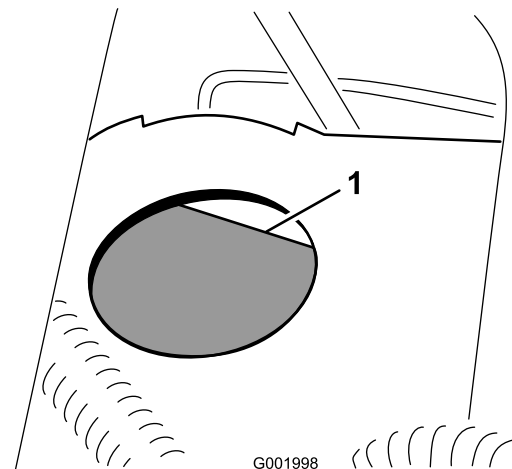

Bild 60
2. Der Flüssigkeitsstand sollte die Vollinie am Behälter erreichen (Bild 60).